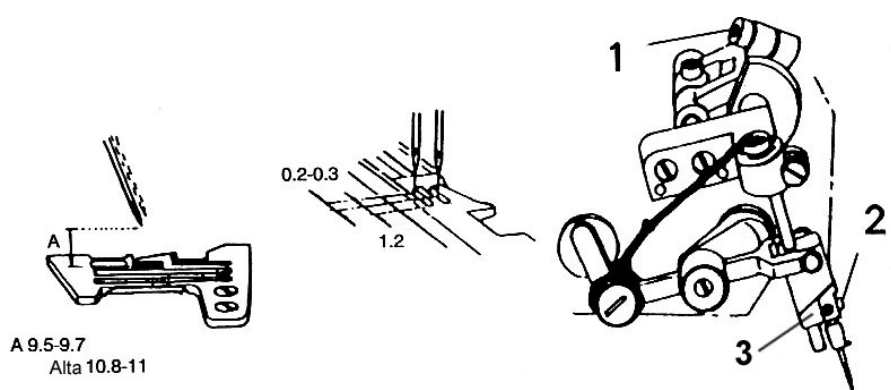

Fig. 12
1. Agulha e chapa da agulha Fig.12